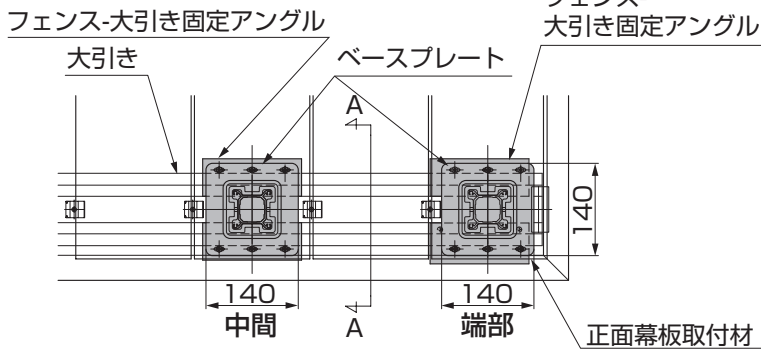
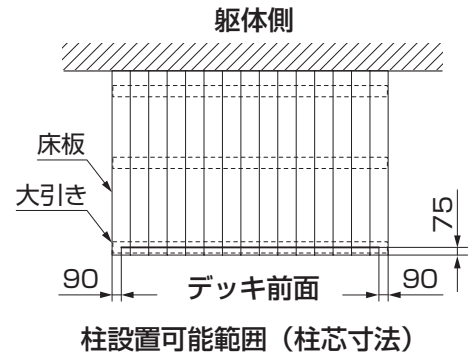
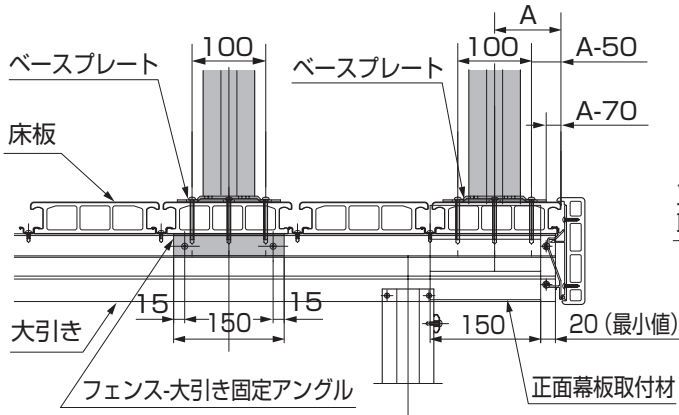

図4-5
図4-6
図4-7
①柱の固定位置を決めてください。
- ※デッキの中間部に立てる場合、端部に立てる場合には、図4-5、図4-6、図4-7、図4-8を参照して取付けてください。
- ※図4-7のA寸法値の最小値は90mmです。
- ※図4-7のA寸法の最大値は、フェンス-大引き固定アンクルに手が届く約400mmの範囲内で自由に設定することができます。
- ②ネジ位置をマーキングしてください。
- ③マーキングした床板に、φ5.5の下孔をあけてください。(※1)
- ④大引きにフェンス-大引き固定アンクルを、φ4×13ナベピアスネジで取付けてください。
- ⑤ベースプレートをφ5×60ナベピアスネジ(6ヶ所)で、床板の下の幕板固定金具またはフェンス-大引き固定アンクルまで取付けてください。
(3) 側面床板固定の場合